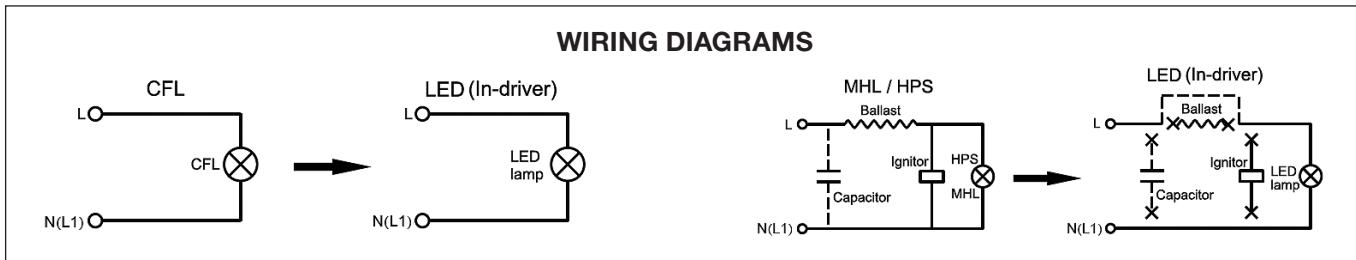

Figure 1
ÉTAPE 4: Si une corde de sécurité est incluse, fixez la pince à la lampe, puis fixez la corde à l'autre extrémité, voir la Figure 1.